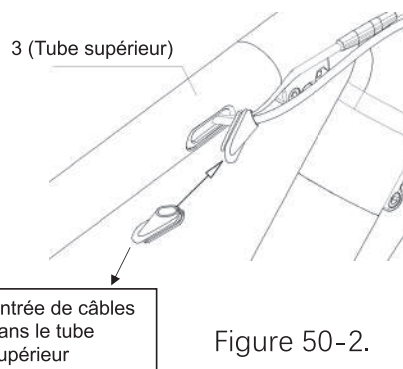

Figure 50-2.
c. Trouvez l'entrée de câble du tube supérieur dans le sac d'accessoires et ouvrez-la en la coupant au milieu. Après l'avoir ouverte, enroulez-la autour du câble de frein arrière et du câble de détection d'instrument et fixez-la dans le trou de la pièce 3 avec l'ouverture vers la roue avant, comme illustré à la Figure 50-2.